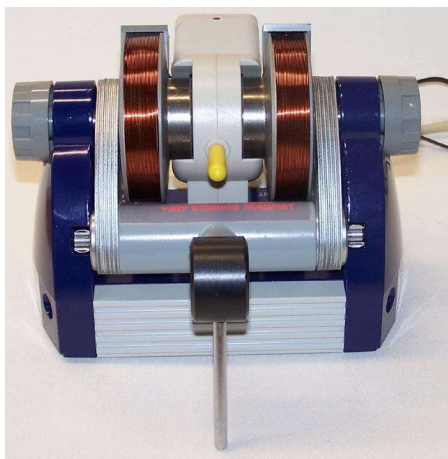

Fig. 2 Unità base con il campione di glicerina inserito
- Inserire il campione di glicerina (parte superiore gialla) nel pozzetto di misurazione (vedi Fig. 2).